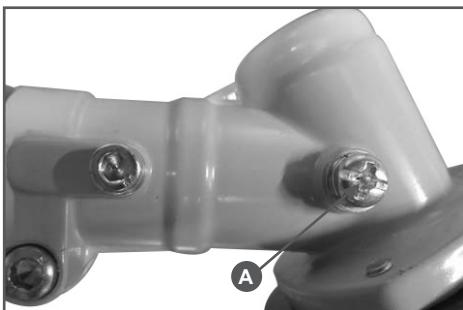

Рис.18 Болт отверстия для смазки
Через 20 часов работы, но не реже одного раза в сезон, необходимо проверять и добавлять смазку в редуктор. Для смазки редуктора и вала штанги рекомендуется использовать универсальную смазку для редуктора CHAMPION EP-0, либо аналогичную смазку других производителей. Необходимо открутить болт (A) Рис.18 и с помощью шприц-масленки добавить смазку (примерно 5-10 см3).